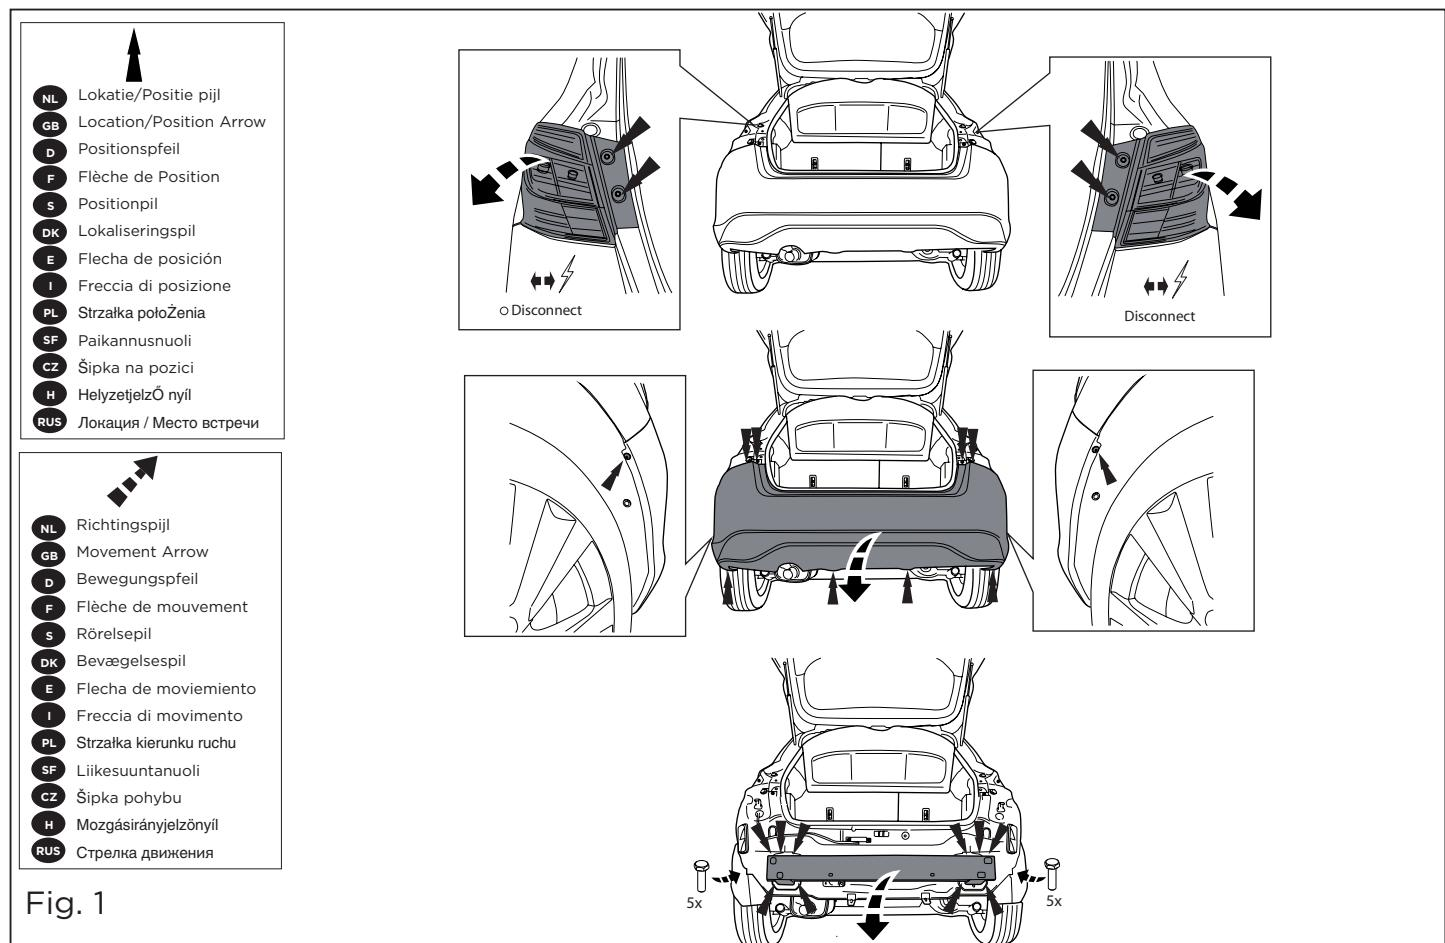

Fig. 1
2. Position backplates A of the two bars into the left and right needed. Replace the bolts. See figure 1.
1. Die Rücklichter abmontieren. Die Stoßstange einschließlich des stählernen Stoßbalkens vom Fahrzeug abmontieren. Der Stoßbalken wird nicht mehr benötigt. Die Schrauben wieder anbringen. Siehe Abbildung 1.